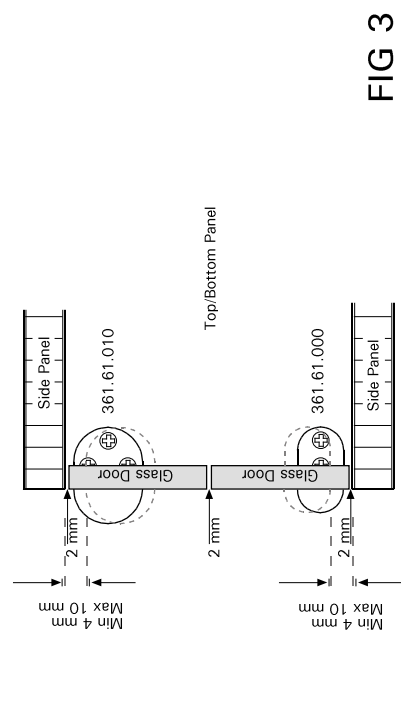
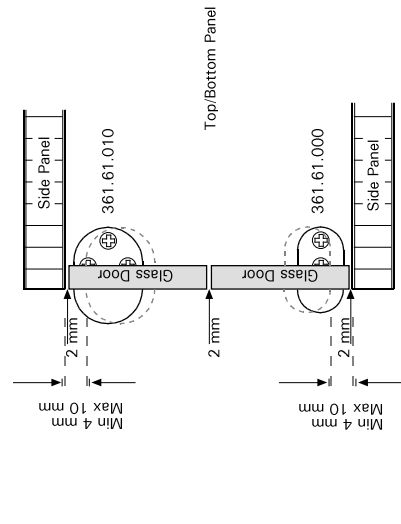

FIG 2
FIG 3
- A cut out for the male part of the hinge and pilot holes for the screws must be machined into the upper and lower panels of the carcass **prior** to assembly. (see Fig 2) Care should be taken that the upper and lower hinges are machined exactly the same distance from the edge of the carcass (see Fig 3).
- Vor dem Zusammenbau des Korpus sollte eine Aussparung für den Zapfen und die Schrauben (beigelegt) in dem oberen und unteren Panel vorgesehen werden (s. Abb.2). Stellen Sie sicher, daß das obere und untere Scharnier den selben Abstand zu den Korpuskanten hat und die Kante mit dem Korpus bündig ist (s. Abb.3).